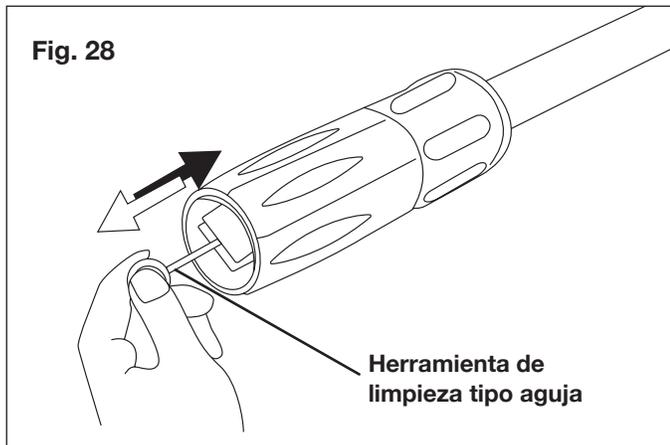

Fig. 28
2. Limpie la boquilla con la herramienta de limpieza tipo aguja suministrada (Fig. 28). Retire la vara rociadora de la pistola rociadora; retire cualquier suciedad del agujero de la boquilla y enjuague.